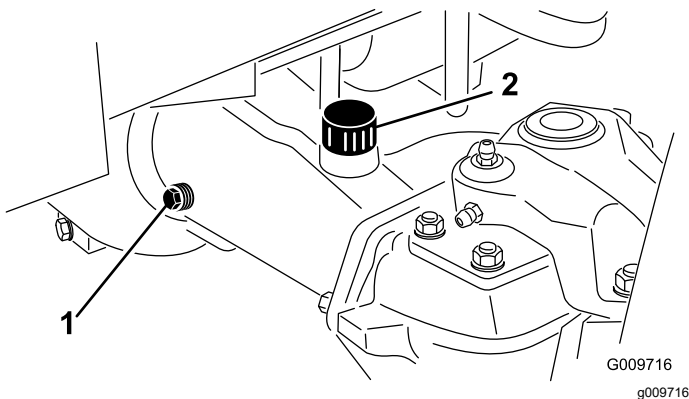

Рисунок 132
2. Снимите пробку контрольного отверстия с одного конца картера моста (Рисунок 132).